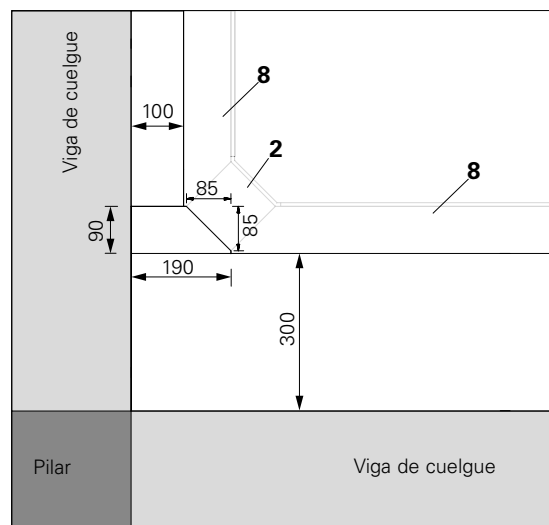
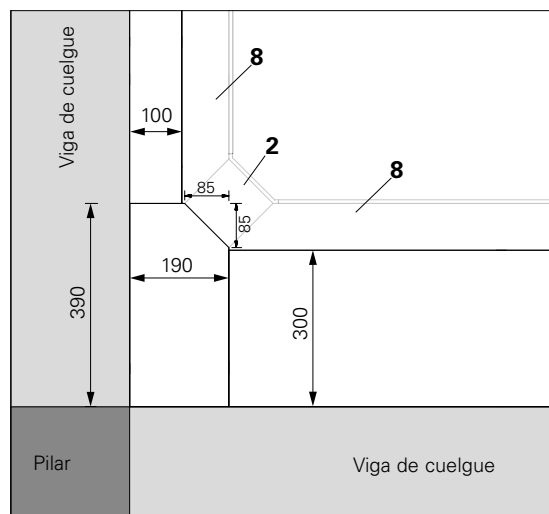

Fig. A7.08
Fig. A7.09
1. Corte el contrachapado de compensaciones en tamaños adecuados conforme a la opción de corte de contrachapado 1 o 2. (Fig. A7.08 + Fig. A7.09)
4. Instale el puntal (3) con el cabezal de caída (2) y el bloque de madera (23) cerca de la esquina de la viga (la distancia varía conforme al remate, por ejemplo, 300 mm) (fig. A7.08 + fig. A7.09) (alternativamente, el bloque de madera [23] se puede instalar desde arriba)
6. Ahora, enganche la viga de compensación ADF (8) sobre la espiga de la placa móvil y gírela con la horquilla auxiliar de encofrado.